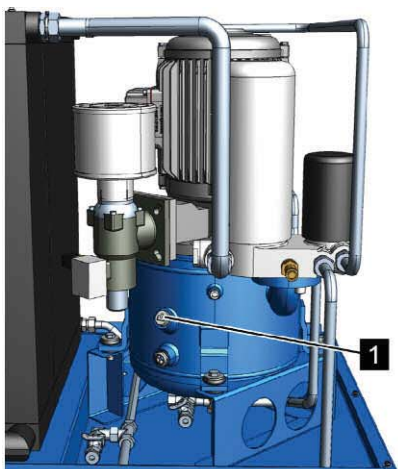

Рис. 32: Резьбовая пробка наливного отверстия
5. Отверните резьбовую пробку наливного отверстия (Рис. 32/1), извлеките ее и проследите за тем, чтобы не потерялось уплотнительное кольцо.
8. Вставьте резьбовую пробку наливного отверстия (Рис. 32/1) и затяните ее  Приложение В «Моменты затяжки винтов» на странице 120.